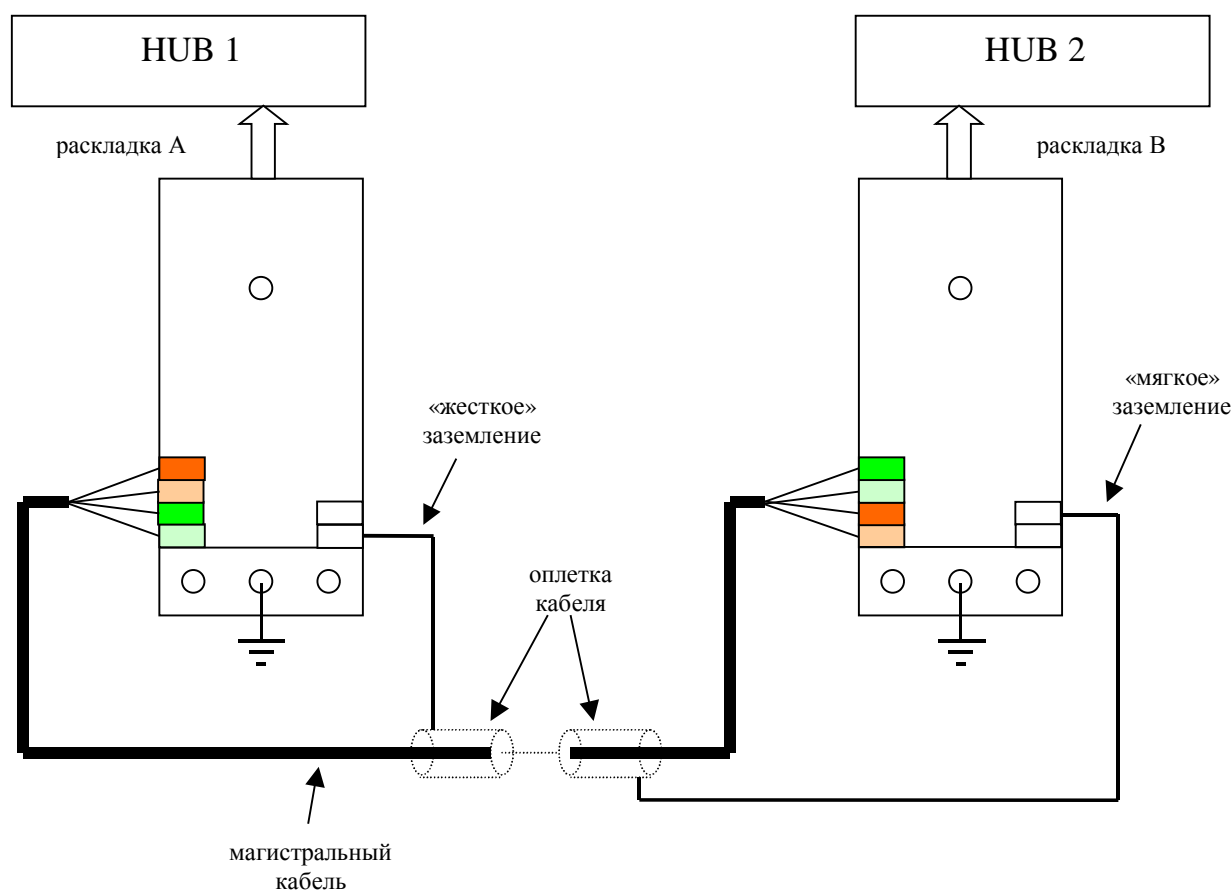

рис.6
3. Наружную проводку необходимо выполнять экранированным кабелем. При этом на одном конце пролета оплетка кабеля заземляется жестко (контакт GND), а на втором конце используется «мягкое» заземление (контакт IN GND). Если в кабеле остаются незадействованные проводники (обычно это бывает при использовании 4-х парного кабеля FTP или SFTP), ни в коем случае нельзя оставлять их никуда не подключенными. С ними нужно поступить так же, как и с оплеткой. Вариант подключения проводов при магистральной прокладке показан на рис. 6.